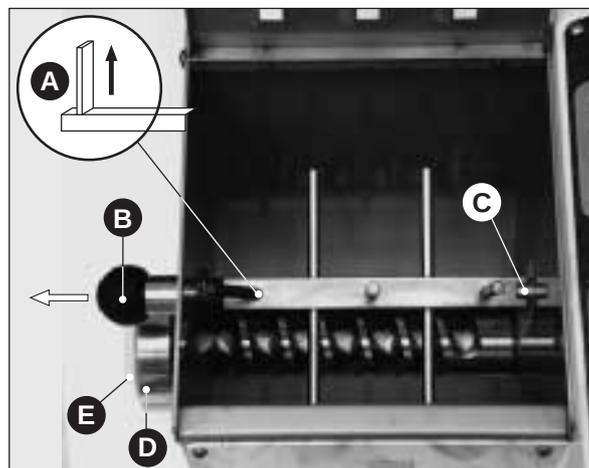

Fig. 13
- **Mescolatore:** assicurarsi che la pala esterna sia nella posizione verticale superiore (Fig. 13 **A**) (solo questa posizione consente lo smontaggio del pezzo).
Smontare il mescolatore, tirare il pomello (Fig. 13 **B**) fino a disimpegnare il mescolatore; sfilare l'albero quadro dalla sua sede (Fig. 13 **C**) e contemporaneamente ruotare l'estremità esterna verso l'alto. Per il montaggio del particolare operare in senso inverso con l'avvertenza di allineare la sede centrale dell'albero con il piolo del supporto mobile; quindi rilasciare il pomello.
- **Ghiera (Fig. 13 **D**) e trafilatura (Fig. 13 **E**):** svitare la ghiera a mano, facendo attenzione a non far cadere i pezzi, allorché la ghiera esce dalla sua sede per non procurare danni a sé o ai pezzi stessi.
- **Coclea (Fig. 13 **F**):** smontata la ghiera con trafilatura, la coclea si può facilmente estrarre dalla macchina spingendola dalla spirale dall'estremità interna.